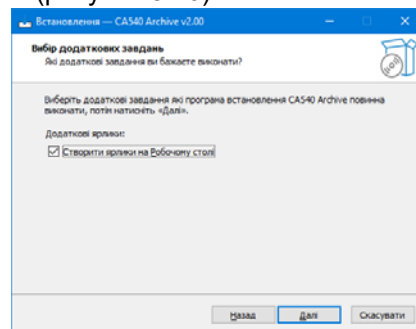

Рисунок 8.14
4) На екрані з'явиться вікно (рисунок 8.14). Виконати встановлення, як показано на рисунку, або відмовитись від створення значка на Робочому столі, потім клацнути по кнопці **Далі**.